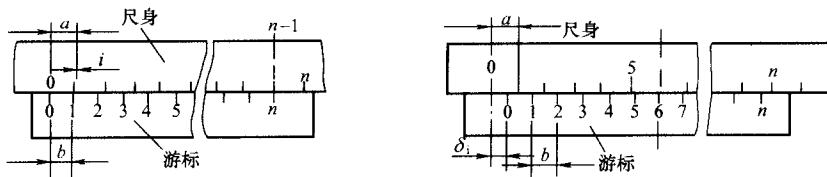

图 1-2 游标卡尺的刻线原理
(1) 刻线原理和读数方法。游标卡尺读数部分由尺身和游标组成，如图 1-2 所示。其尺身刻线间距  $a$  为 1mm，若令尺身刻线  $n-1$  格的宽度，等于游标刻线  $n$  格的宽度，则游标的刻线距离  $b = (n-1) \times a/n$ ，而尺身刻线与游标刻线间距宽度差  $i = a - b = a/n$ 。当游标在尺身两个刻线间移